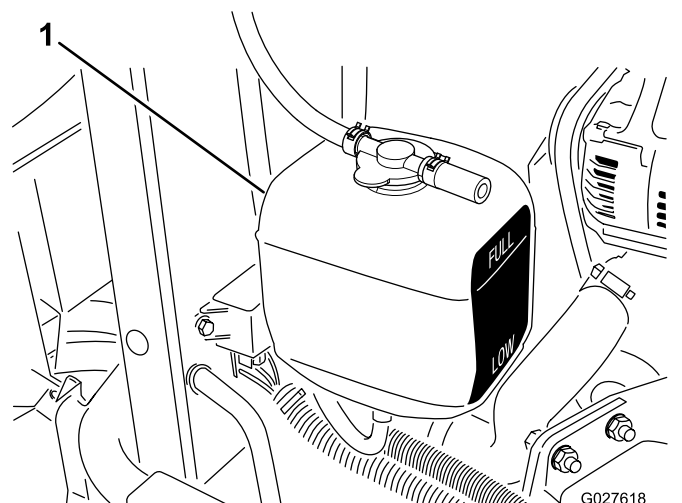

Bild 68
2. Prüfen Sie den Kühlmittelstand im Ausdehnungstank (Bild 68).